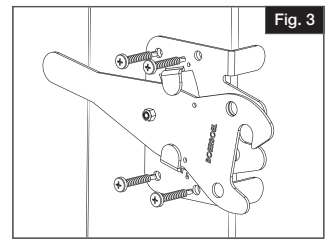

Fig. 3
- Attacher le loquet sur le côté du poteau avec quatre vis Phillips de 25.4 mm (Fig. 3).
- Fije el cerrojo en un lado del poste con cuatro tornillos Phillips de 25.4 mm (Fig. 3).